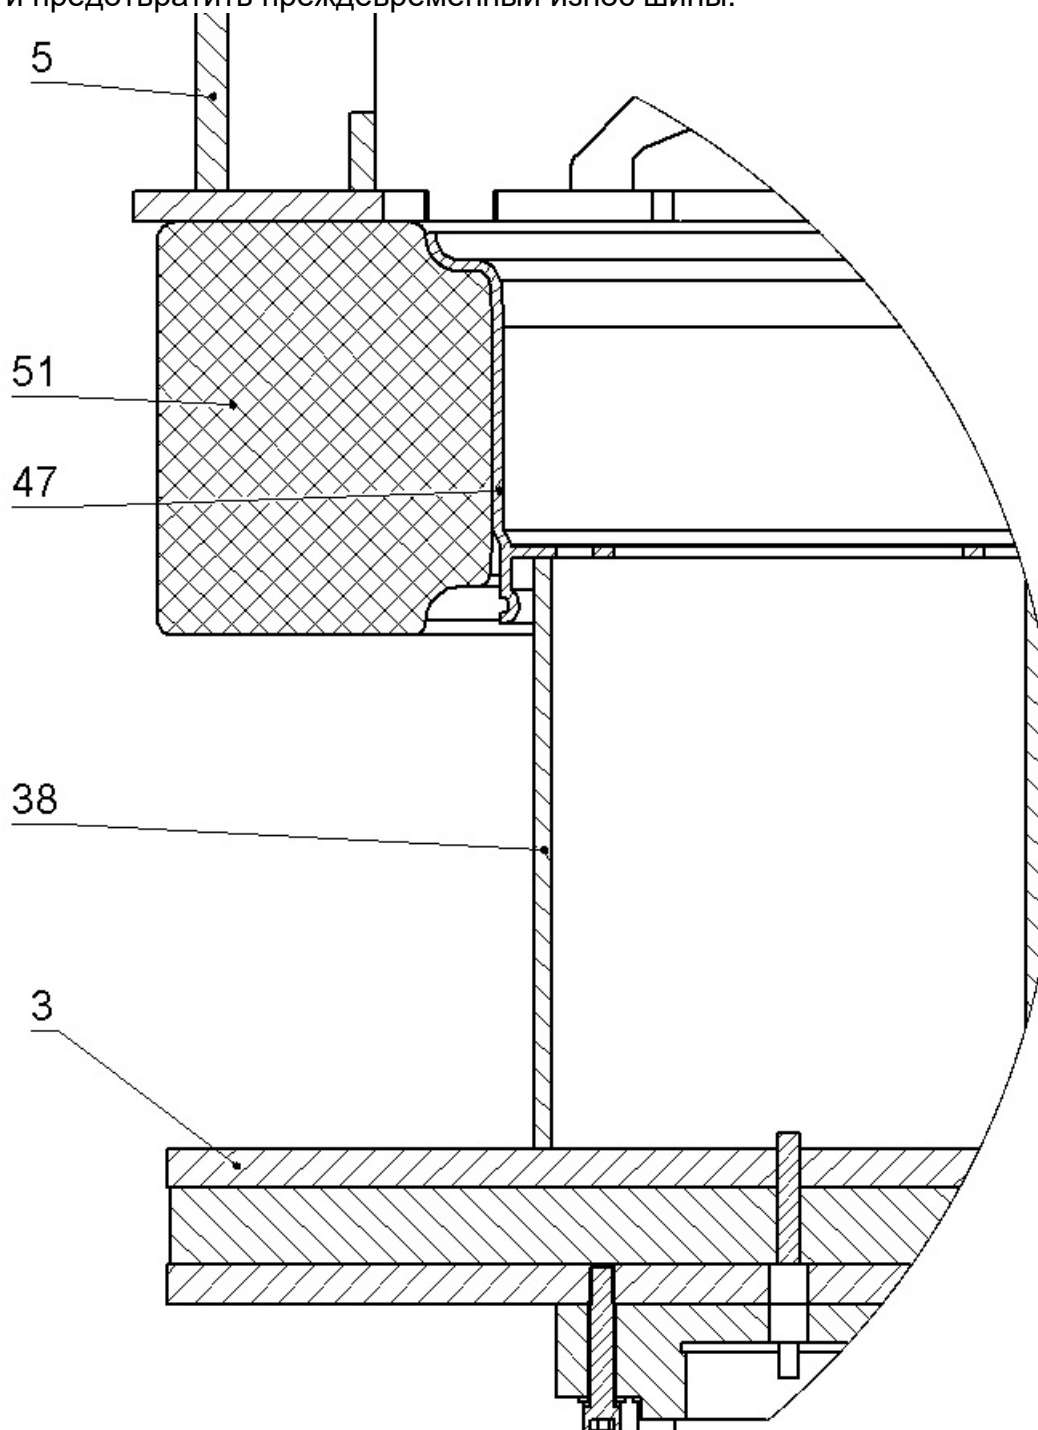

Рис. 19. Демонтаж колеса с обода.
3.3.5.9. Установите колесо на трубу поз.38. Смотри рис. 19.